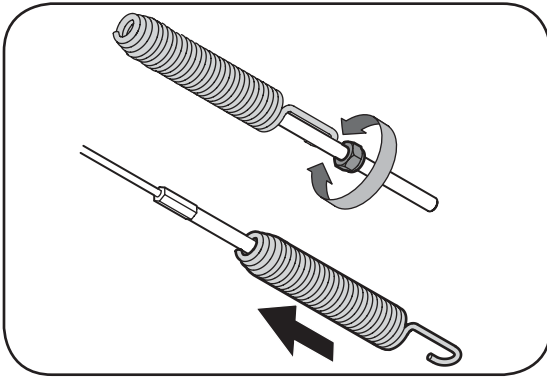

Figure 3-13
- Poussez le raccord du câble dans l'extrémité du ressort pour dégager l'écrou de blocage. Voir la Figure 3-13.
- Desserrez le contre-écrou qui se trouve sur le câble de la commande de l'entraînement et dévissez le câble d'un tour complet. Voir la Figure 3-13.